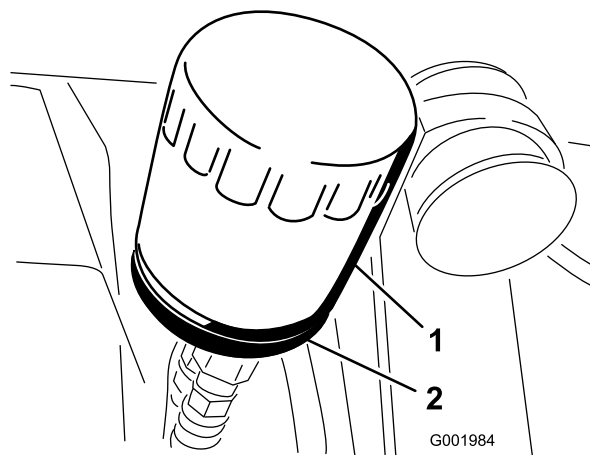

Figura 47
2. Togliete il filtro dell'olio (Figura 47).
5. Montate il nuovo filtro dell'olio sull'adattatore. Girate il filtro in senso orario finché la guarnizione di gomma non tocca l'adattatore, quindi serrate il filtro di un altro mezzo giro (Figura 47).